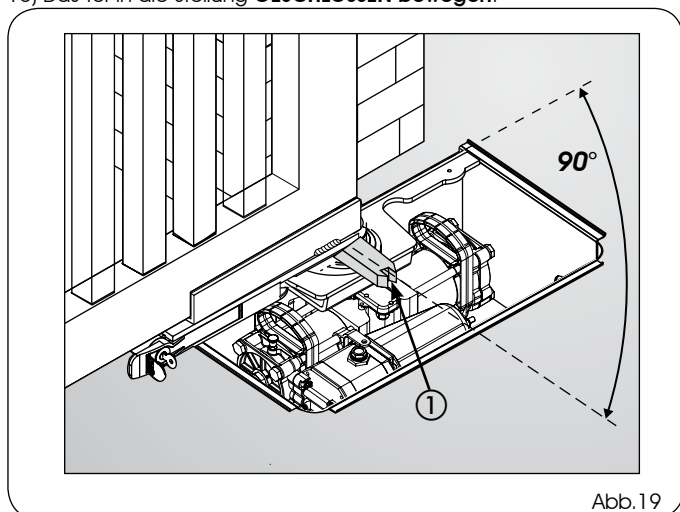

Abb.19
- 12) Das entriegelte Tor in die Stellung offen bewegen und sicherstellen, dass das mit dem Tor **verbundene Entriegelungsteil in der Position Tor geschlossen bleibt** (siehe Abb. 19, Bez. ①).